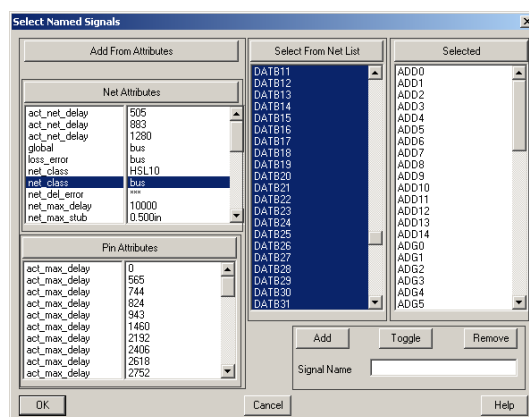

Рис. 9. Выбор цепей определенного класса.
6. В появившемся окне Select Named Signal (рис. 9) в списке Net Attributes выберем класс цепей bus.